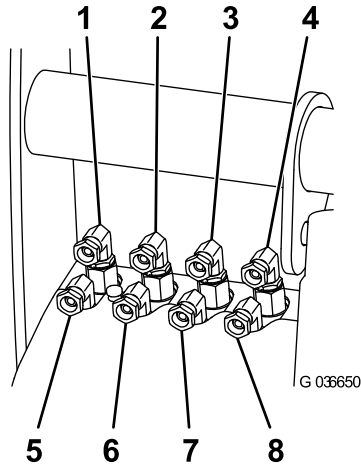

Bild 7
Beziehen Sie sich beim Montieren der Schläuche am Hydraulikverteiler auf Bild 7.
1. Schließen Sie einen 1.8 m langen Schlauch an den XL2-Anschluss des Hydraulikverteilers und einen 1.5 m langen Schlauch am XL1-Anschluss an (Bild 7). Drehen Sie das Anschlussstück, bis es handfest angezogen ist, und drehen es dann um eine weitere Viertel- bis halbe Umdrehung.